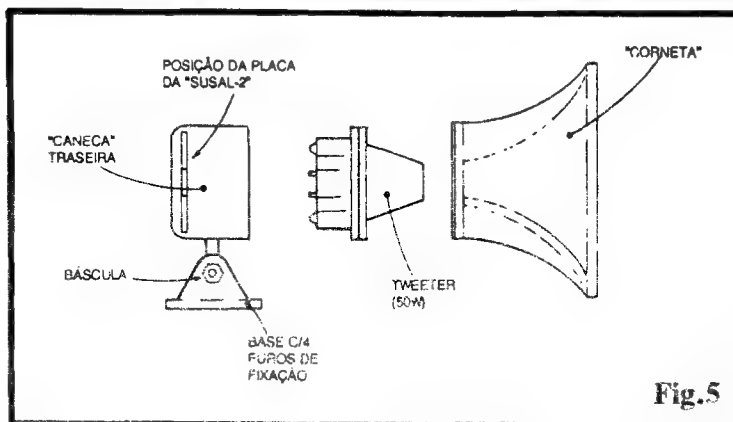

Fig.5
- FIG. 5 - "DESMONTAGEM" E "RE-MONTAGEM" DO PROJETOR, E INSTALAÇÃO DA PLACA DA SUSAL-2... - De posse do circuito montado e conferido (conforme ilustrações anteriores...), o Leitor/Hobbysta deve "desmantelar" (no bom sentido...) a sua "corneta" (formada, basicamente, pela "caneca", o tweeter e o projetor, mais algumas peças estruturais, de fixação...) e desmontá-la, soltando os parafusos internos, "escondidos" dentro do projetor exponencial (são dois, visíveis junto à base do "bico" interno do projetor...). O diagrama dá uma idéia simplificada, porém bastante clara, das partes principais da "casca" da sirene, num "perfil explodido". Dentro da "caneca" traseira, deve ser fixada (por mera pressão, se as dimensões indicadas tiverem sido respeitadas...) a placa do Impresso da SUSAL-2... Um furo de passagem, no "rabo" ou na lateral da dita "caneca", promoverá o caminho para os cabos de alimentação e de disparo da sirene... As conexões ao tweeter podem ser feitas de modo direto, com fios curtos, terminais bem soldados... Antes de definitivamente fechar o conjunto, é bom fixar o dissipador ao transistor de Potência (TIP3055), conforme, instruções na próxima figura... Mas, voltando ao **container**, basta re-encaixar tudo, prendendo de novo o conjunto com os dois parafusos internos e... pronto! A SUPER-SIRENE P/ALARMES-2 estará prontinha para uso... Quem tiver uma boa (em termos de Corrente, de 3 a 5A, conforme recomendado) fonte de 12 a 15V poderá testar imediatamente o conjunto, ligando a alimentação e "curto-circuitando" os dois fios de controle (aqueles ligados aos pontos "NA-T" da placa...). Vocês verão (ou melhor, ouvirão...) o "tamanho do berro", em fortes e agudos "biips", intermitentes, que fazem doer os ouvidos de quem estiver bem próximo! Os Leitores/Hobbystas que possuírem um